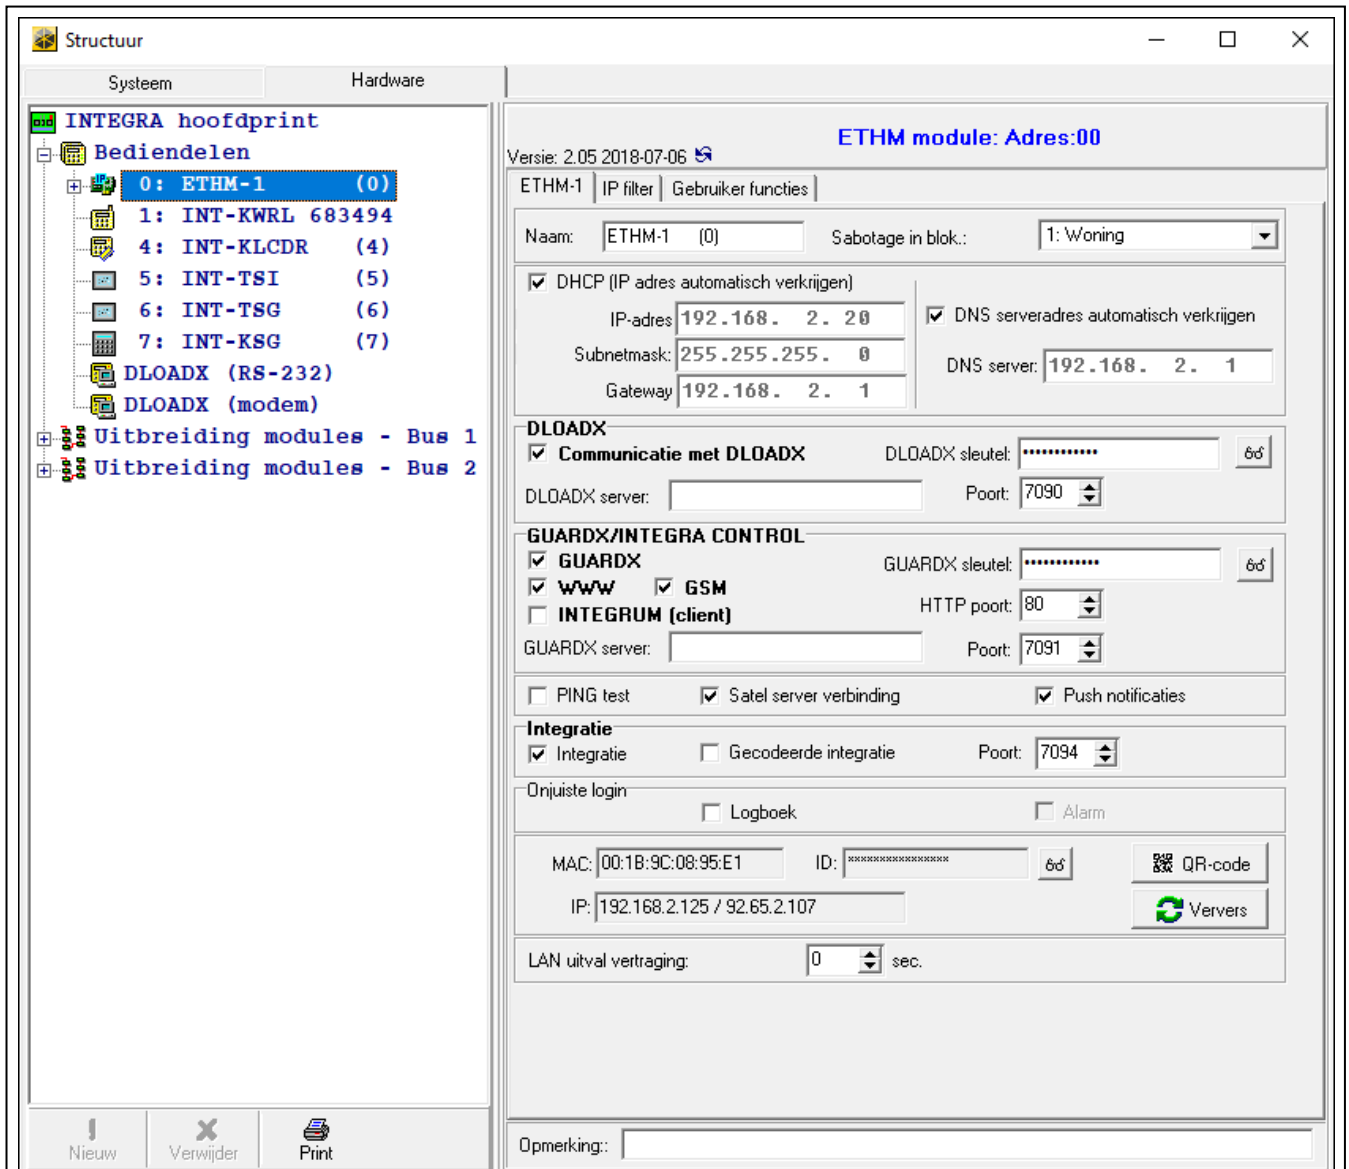

Fig. 5. DLOADX programma: instellingen van de module welke aangesloten is op een INTEGRA / INTEGRA Plus alarmsysteem (module geïdentificeerd als “ETHM-1”).
- via het DLOADX programma: dit wordt weergegeven onder de module parameters en opties (Fig. 5 en 6).